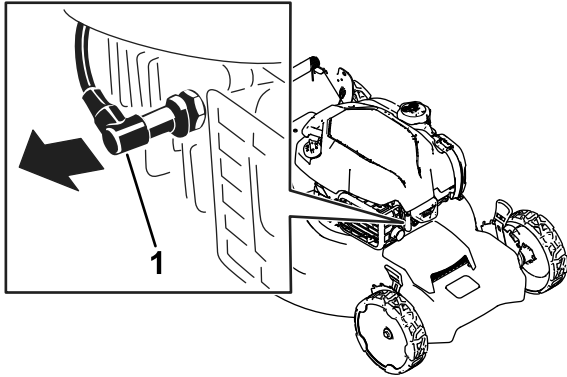

Bild 22
2. Ziehen Sie den Kerzenstecker von der Zündkerze ab (Bild 22).